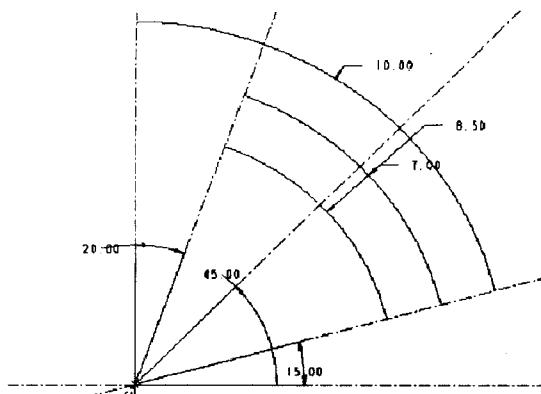

图1-15 绘制圆弧
(2) 使用 工具绘制两段与上一步绘制的圆弧同心的圆弧，如图 1-15 所示。